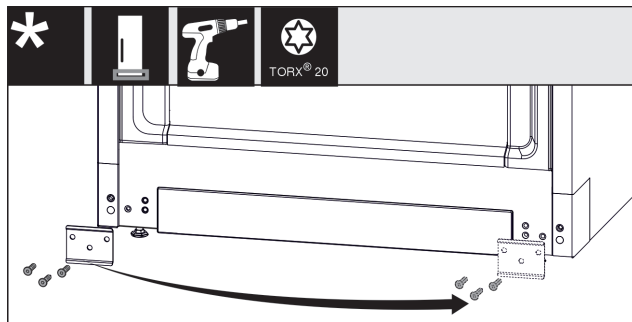

Fig. 19
- Csavarozza le a lemezt Fig. 19 (1), helyezze át a másik oldalra, és ismét csavarozza fel.